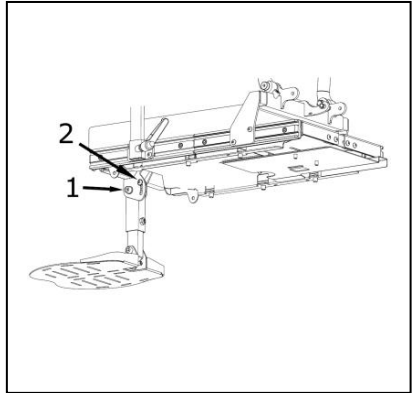

Figure 4.8
**Réglage de la hauteur du maintien de mollet (fig. 4.8).**
1. Desserrer les boulons (1) de quelques tours.
2. Faire coulisser le maintien de mollet jusque dans la position souhaitée (2).